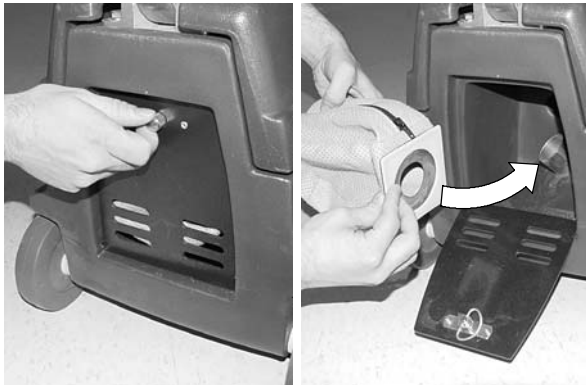

FIG. 3
1. Ouvrez le compartiment du sac à poussière situé à l'arrière de la machine, en tournant le bouton dans le sens contraire des aiguilles d'une montre (Figure 3).
2. Faites coulisser le collier du sac à poussière au-dessus du tuyau d'aspiration, comme illustré. Avant d'utiliser la machine, assurez-vous toujours qu'un sac à poussière vide est installé (Figure 3).